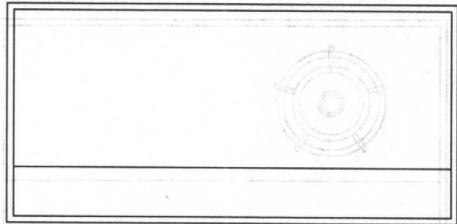

图6-3 偏移图形
3. 选择“绘图”/“分解”命令,将偏移后的矩形分解。再使用“偏移”命令将矩形下边框线向上偏移80mm,如图6-3所示。